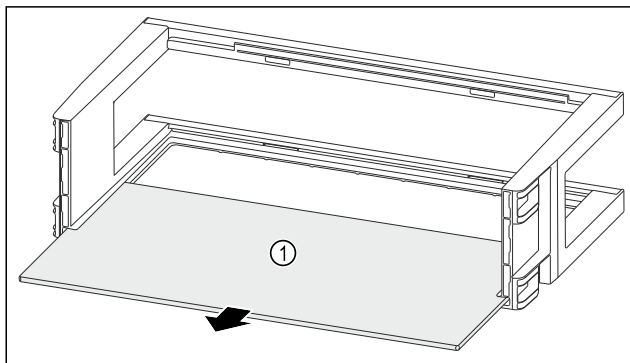

Fig. 140
- ▶ Извлеките съемную полку Fig. 140 (1).